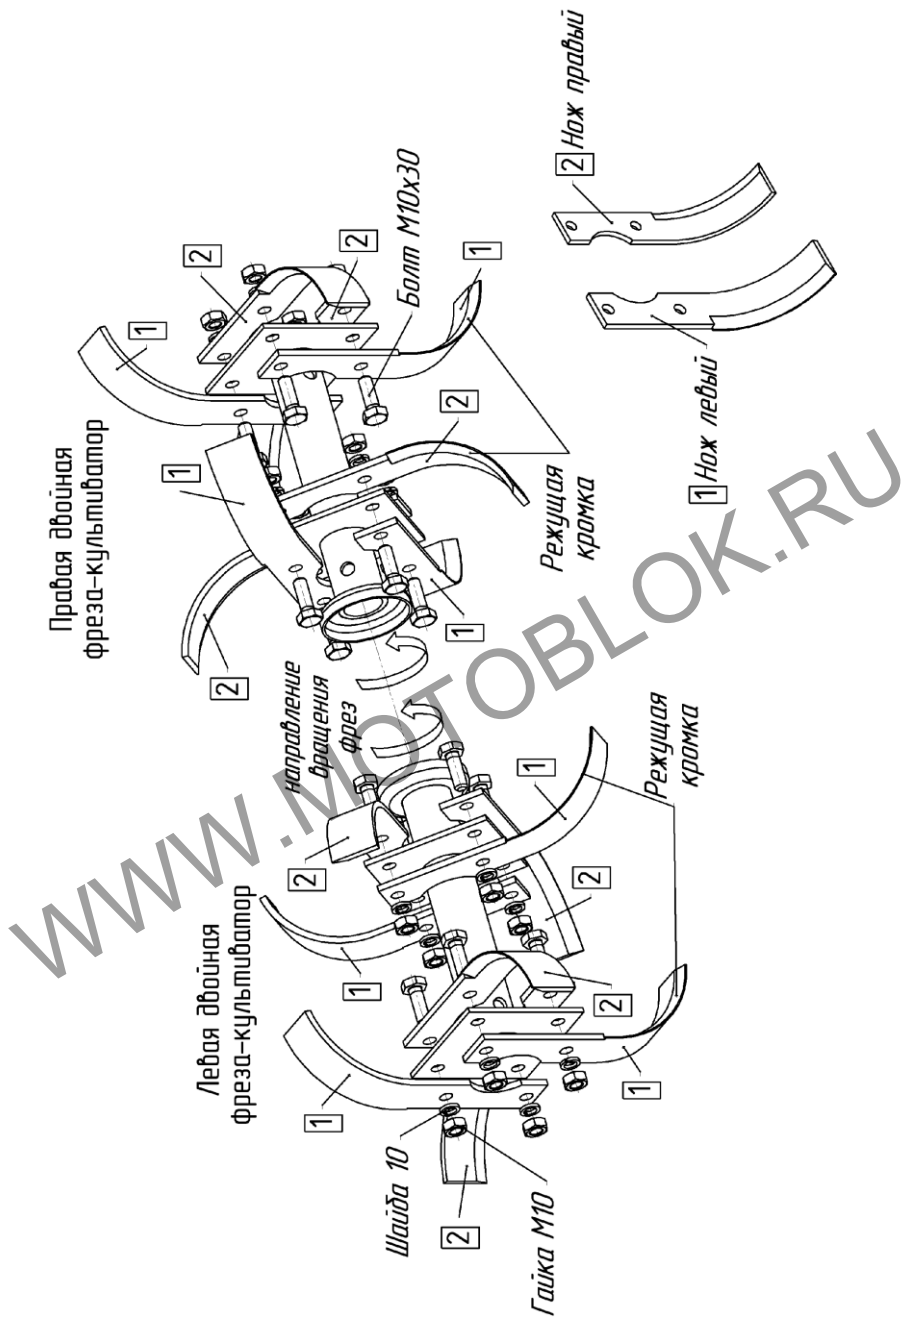

Рис.9. Схема сборки двойных фрез-культиваторов
**ВНИМАНИЕ! ОСТРЫЕ КРОМКИ НОЖЕЙ ДОЛЖНЫ БЫТЬ НАПРАВЛЕННЫ ПО НАПРАВЛЕНИЮ ДВИЖЕНИЯ МОТОБЛОКА (рис.9; 10, 11).**